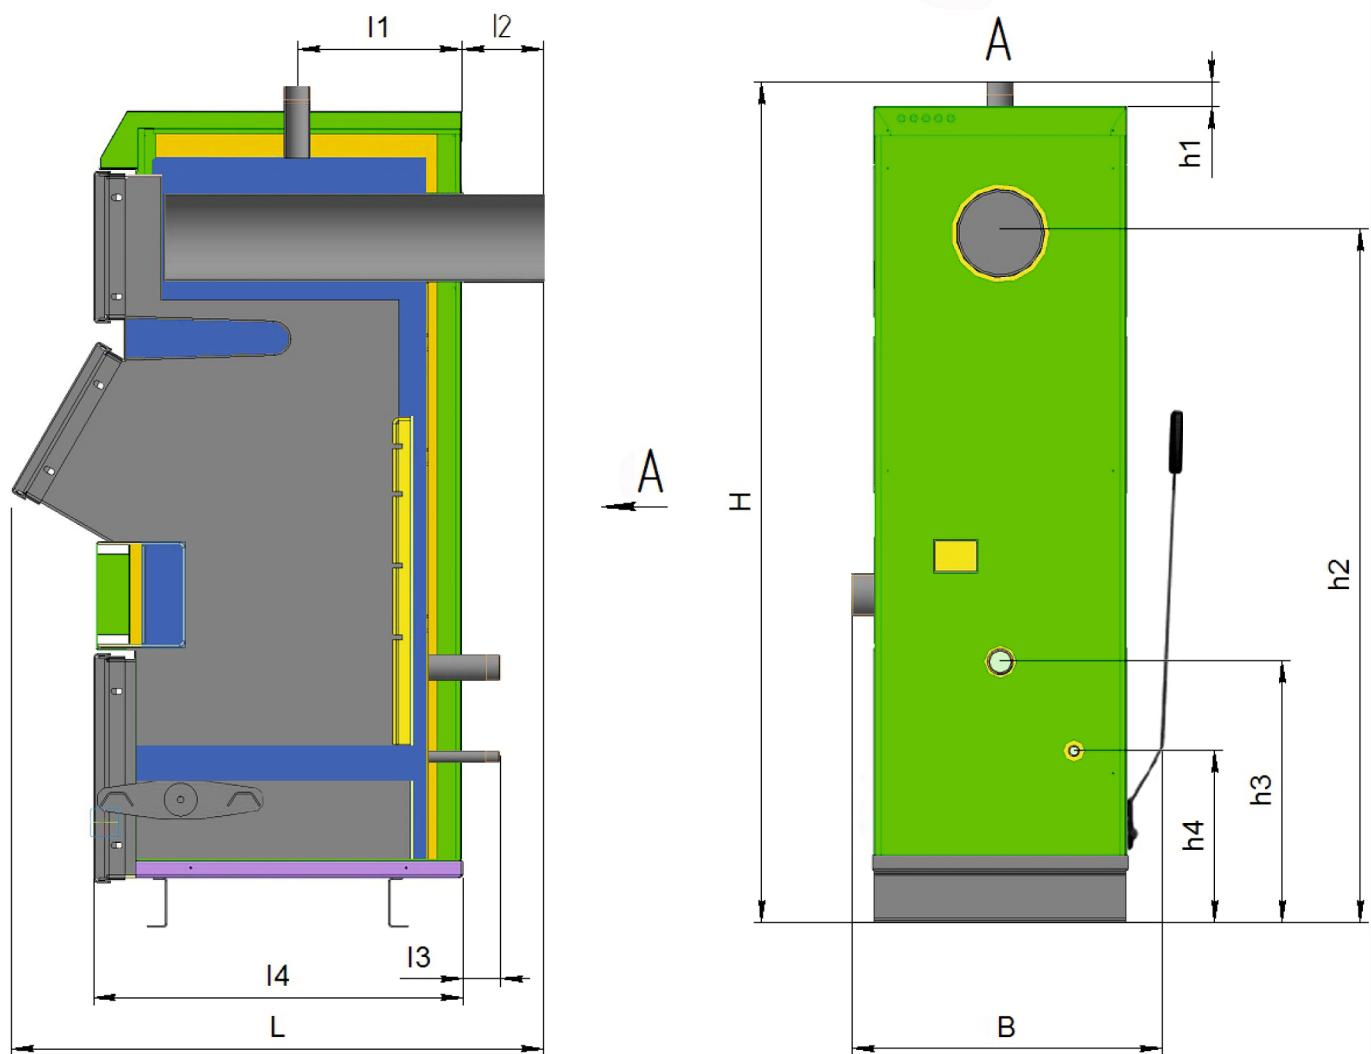

Рисунок 1. Габаритные и присоединительные размеры Котлов моделей LC Mega 12-32
Габаритные и присоединительные размеры Котла (см. рис.1), мм:
Котел (рис.1) представляет собой стальной сварной теплоизолированный каркас, обшитый снаружи съемной декоративной облицовкой, все вместе образующие собой корпус, и устанавливаемый на собственных опорах (16). Внутреннее пространство имеет сложную конфигурацию, включает в своем составе трубчатый теплообменник (14), предназначенный для циркулирования теплоносителя (воды), листовые детали, образующие вместе со стенками каркаса камеру сжигания, воздухоподводящие каналы (на рисунке не показаны), (систему дымоудаления из Котла (9). Внутри каркаса в нижней части расположены устройства: колосниковая решетка для размещения топлива (15), зольный ящик (5) для сбора и удаления золы, а также механизм очистки колосников от сажи (6). В нерабочем состоянии механизм (6) располагается в зольном ящике (5). Колосниковая решетка выполнена из труб гидравлического контура Котла и является неотъемлемой частью теплообменника (15). Снаружи Котел имеет дверцы для обслуживания Котла (11,12,13), патрубки для подсоединения к трубопроводам водяного контура системы отопления (1,2), патрубок для опорожнения теплообменника (3), штуцер для установки тягогрегулятора (17), штуцер для установки термодатчика (19), а также рычаг (7) для управления механизмом очистки.